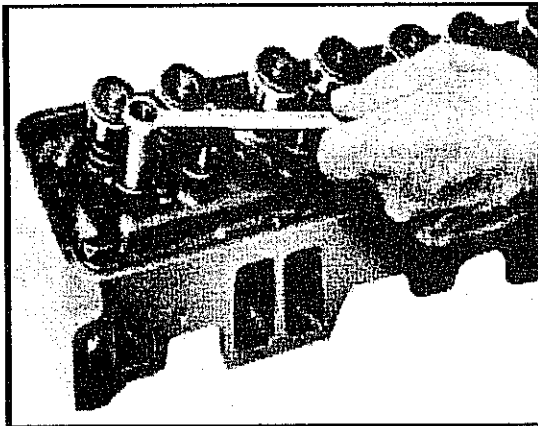

Abb. 2-13 Entfernung der Stehbolzen
- Mit zwei gegeneinander angezogenen Muttern oder Spezialwerkzeug wie in Abb. 2-13 die Stehbolzen entfernen.